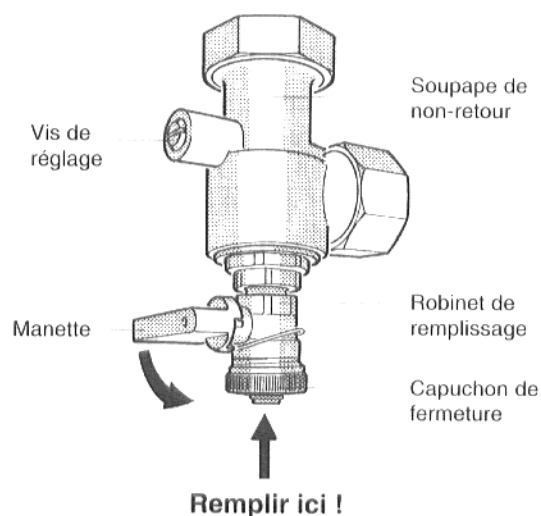

Fig. 10 : soupape de non-retour avec robinet de remplissage
- Mettre la fente de la vis de réglage de la soupape de non-retour en position verticale (toujours ouvert) (fig. 10).
- Dévisser le capuchon de fermeture du robinet de remplissage, visser le tuyau de remplissage et mettre la manette du robinet de remplissage en position verticale (ouvert) (fig. 10).
- Remplir lentement l'installation par le robinet de remplissage pendant **1/2 minute environ** (fig. 10).
- **Mettre la fente de vis de réglage de la soupape de non-retour en position horizontale (position de service) (fig. 10).**